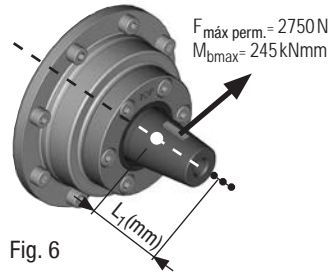

Fig. 6
- A força gerada pela tensão da correia no ponto de incidência da força (centro cone do eixo, ver fig. 6) não pode ultrapassar  $F_{\text{máx perm.}} = 2750 \text{ N}$ .